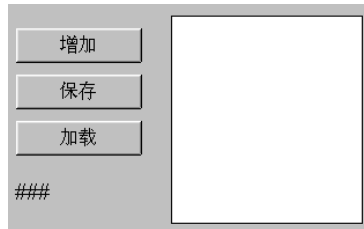

图 14.11 创建列表框和操作按钮
- 3) 在画面上创建三个按钮，如图 14.11 所示。按钮的作用和连接的动画连接命令语